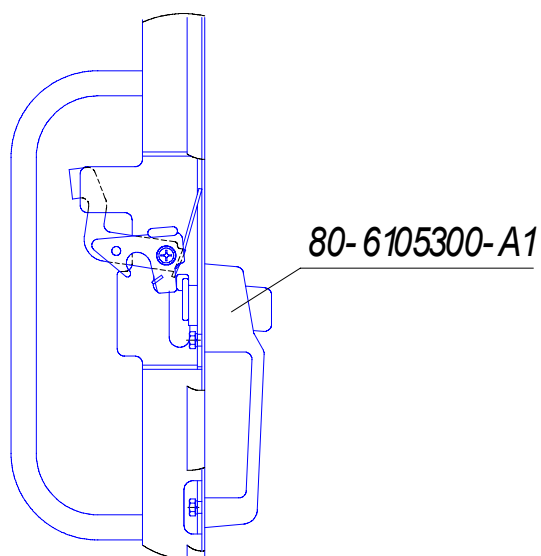

Рис. 9.
– замки дверей кабины производства ЧТЗ заменены на покупные ручки с замком 80-6105300-А1 производства МТЗ (рис.9).